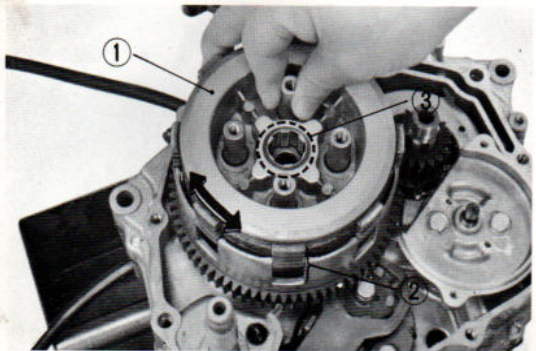

Fig. 69 Mise en place de l'embrayage
- 3) Remonter alternativement les disques de friction et les disques d'acier sur le tambour central. Procéder au remontage en alignant les disques dans les cannelures. (Fig. 69)